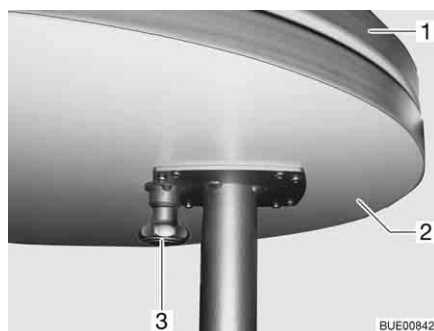

Fig. 95 Tavolo fisso
*Estrazione:* ■ Premere il tasto (Fig. 95,3) del bloccaggio e ruotare verso l'esterno la prolunga per il piano del tavolo (Fig. 95,2).
*Riduzione delle dimensioni:* ■ Ruotare l'estensione del piano del tavolo (Fig. 95,2) sotto il piano del tavolo (Fig. 95,1), finché non si sente scattare il bloccaggio.